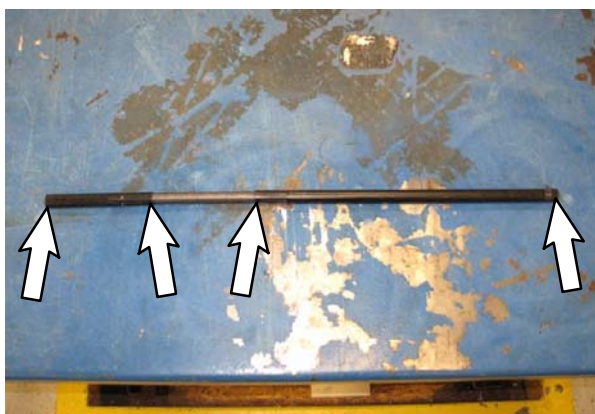

FIG. 29
1. Utilizzare un panno imbevuto di alcool (6) per pulire l'olio dall'interno del foro del nuovo raccordo dello sterzo (3) e da entrambe le estremità del nuovo albero dello sterzo (1). **Non** pulire il segmento flessibile dell'albero dello sterzo. (Fig. 29)